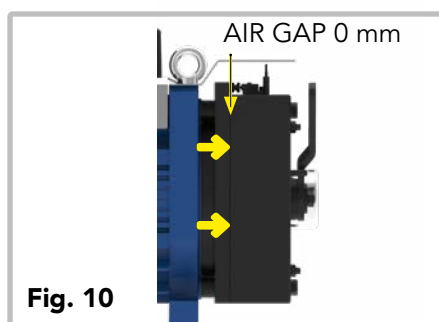

Fig. 10
- Quando l'elettromagnete del freno viene **alimentato**, rilascia il disco del freno (freccie gialle nella Fig. 10); adesso il motore è libero.